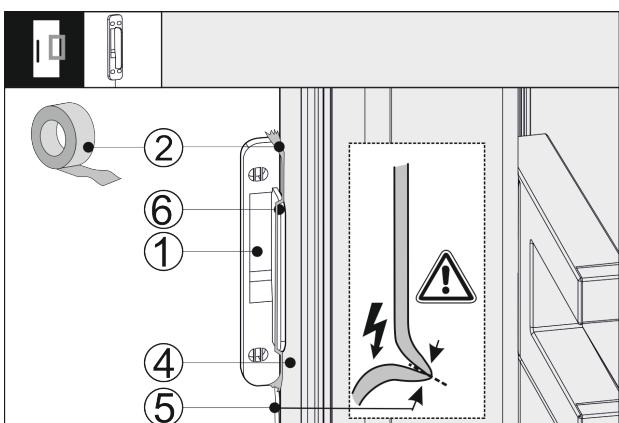

Fig. 42
- 将敲门传感器 Fig. 42 (1) 装在冰箱门 Fig. 42 (4) 的侧面，使止挡 Fig. 42 (6) 靠在冰箱门 Fig. 42 (4) 上。略微张紧传感器电缆 Fig. 42 (5)，也贴靠在冰箱门 Fig. 42 (4) 上。
► 将敲门传感器 Fig. 42 (1) 用胶带 Fig. 42 (2) 固定住。随后将敲门传感器拧到橱柜正面。